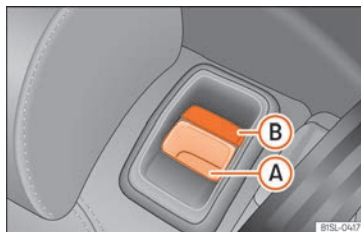

Fig. 94 Asiento trasero: tecla de desbloqueo **A**; marca roja **B**.
- Tire de la tecla de desbloqueo »»» **fig. 94 A** hacia delante y levante al mismo tiempo el respaldo del asiento trasero.